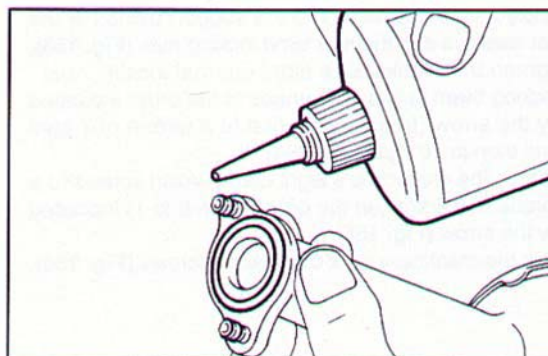

Fig. 159 ▲
- inserire l'OR sulla flangia di attacco del pescante olio e applicare alle due brugole di fissaggio del pescante stesso il frenafilietti Loctite 242 E (Fig. 159);
- insert the O-ring on the oil suction pipe mounting flange and apply some Loctite 242 E thread-stop to the two Allen screws of the suction pipe (Fig. 159);